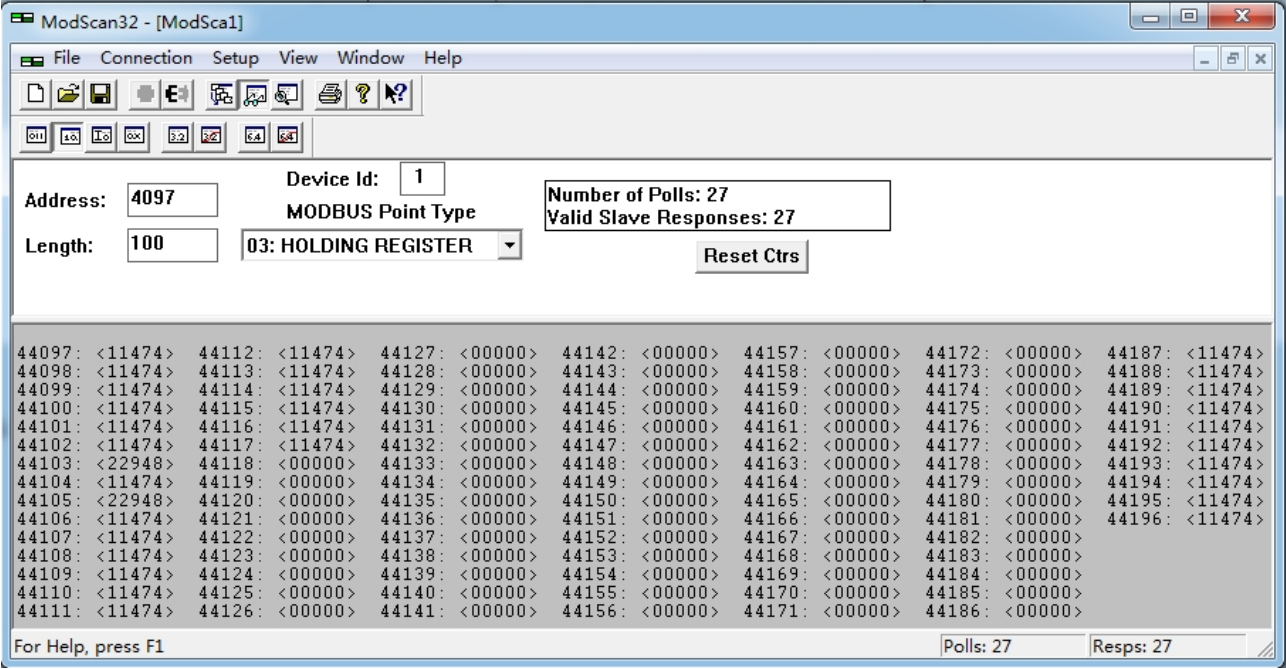

图 2
4. 子窗口数据区显示 404097~404196 的 16 进制数据, 其对应于台达 DVP 系列 PLC 的寄存器 D0 到 D100 的数值, 如图 2 所示。